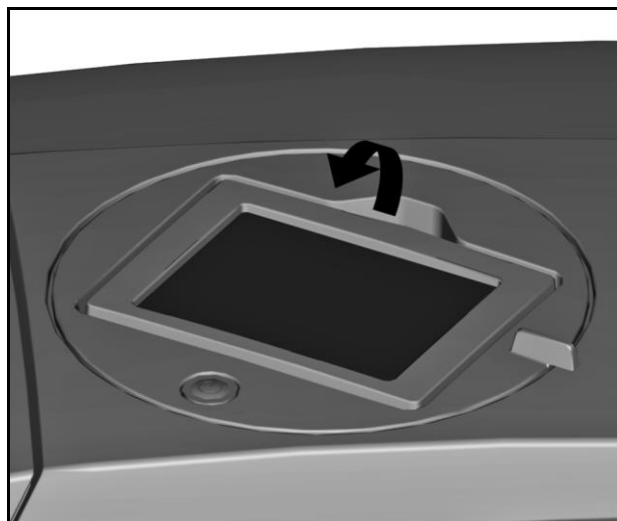

Bild 11 Sänkt pekpanel
- 1 Höj pekpanelen till önskad position (se "Bild 11 Sänkt pekpanel").